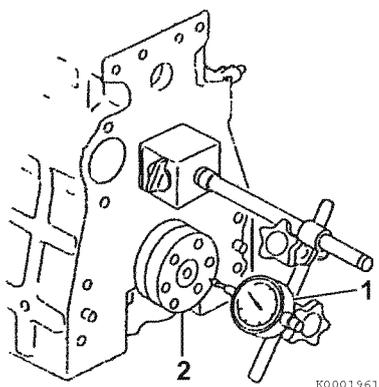

Figure 6-64
- **Méthode A** : Posez un comparateur à cadran (1, **Figure 6-64**) sur le bloc-cylindres. Déplacez le vilebrequin (2, **Figure 6-64**) vers l'intérieur et l'extérieur pour mesurer le jeu axial. Enregistrez la mesure.